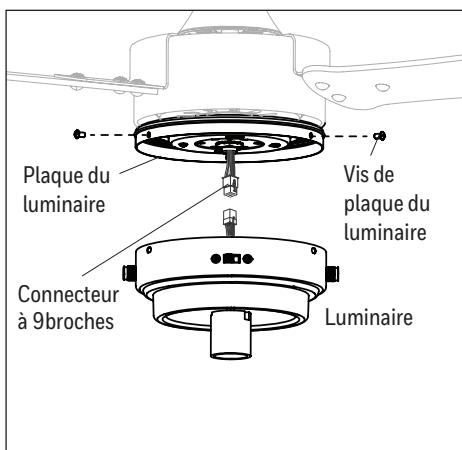

Figure 5.7
- Retirez les trois vis de plaque du luminaire préassemblées à la plaque du luminaire. Raccordez ensuite le connecteur à 9 broches de luminaire à l'aide de la vis de plaque du luminaire retirée précédemment (Figure 5.7).